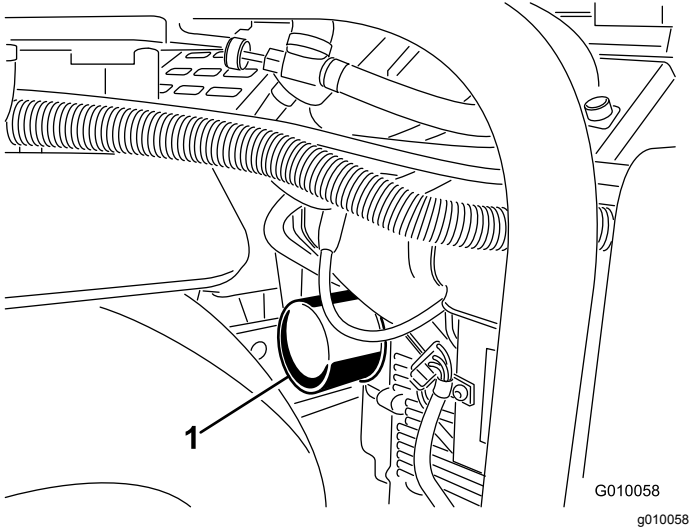
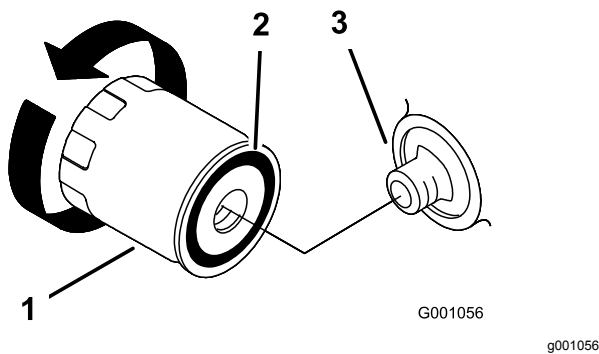

Figura 46
Figura 47
5. Coloque un recipiente poco hondo o un paño debajo del filtro para recoger el aceite (Figura 46).
6. Retire el filtro usado (Figura 46 y Figura 47) y limpie con un paño la superficie de la junta del adaptador del filtro.